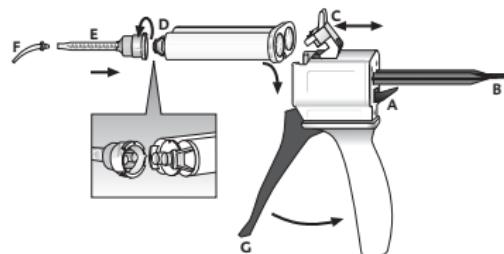

Fig. 1
1. 将注射枪后部的控制杆[图1, Pos. A]向上推,并完全撤回滑杆[图1, Pos. B]
2. 推起塑料控制杆[图1, Pos. C],插入弹药筒后放下塑料控制杆[图1, Pos. C],制锁弹药筒。
1. 逆时针旋转90度,取下弹药筒头帽或使用过的混合头[图1, Pos. D]并弃之。
2. 安装新混合头[图1, Pos. E]。
1. 向上推起注射枪后部的控制杆[图1, Pos. A],并直接拉出滑杆[图1, Pos. B]。
2. 推起注射枪顶端的塑料控制杆[图1, Pos. C],取下弹药筒。